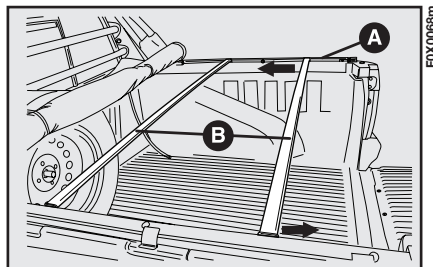

fig. 87
- allentare le viti dei blocchetti di posizione A-fig. 87 (2 per ogni lato) quindi far scorrere, lungo le scanalature ricavate sulla carrozzeria, le 2 traverse B nella posizione desiderata;